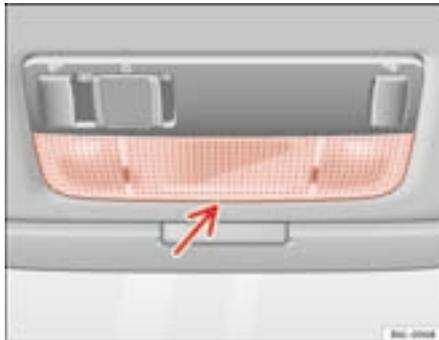

Fig. 162 Spot dianteiro de leitura
- Introduza uma chave de fendas fina, com a parte plana, entre a carcaça e o vidro ⇒ fig. 162.